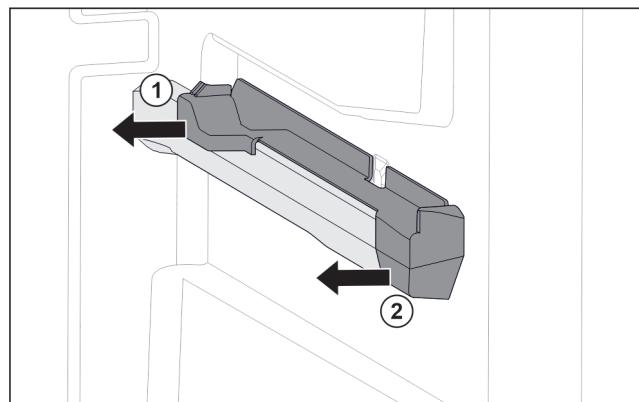

Fig. 73 右侧容器肋梁上的插装件
- ▶ 将插装件后部拉到一侧。Fig. 73 (1)
- ▶ 将插装件前部拉到一侧。Fig. 73 (2)